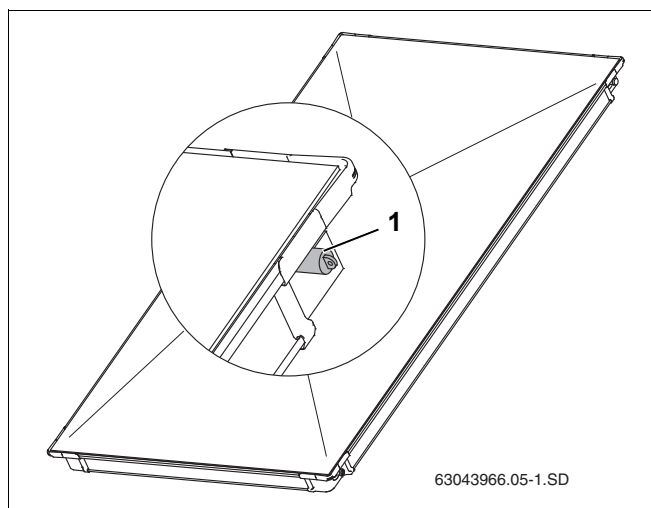

Рис. 5 Крышки на штуцерах коллектора
- Снимите резиновые крышки (рис. 5, [1]) только непосредственно перед монтажом.